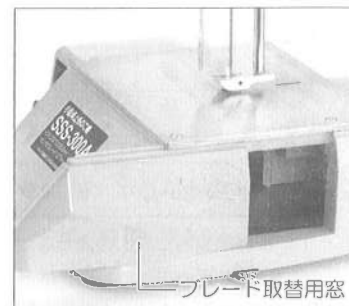

図11
(図11参照)
- フレームの側面のブレード取り替え窓をあけて下さい。(図11参照)